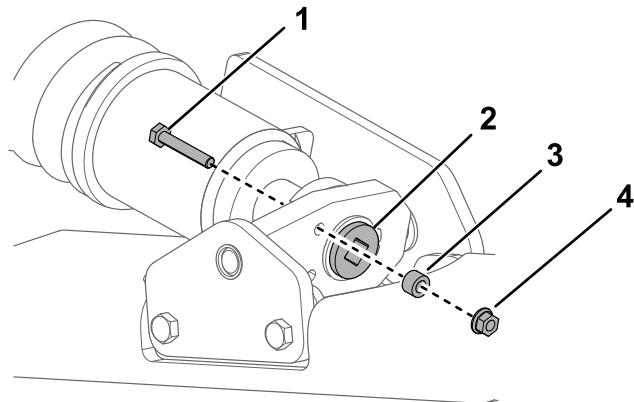

Рисунок 57
4. Удалите зажимной болт, проставку и гайку (Рисунок 57).
6. Совместите ближайшую выемку в натяжном винте с отверстием в зажимном болте и закрепите винт при помощи зажимного болта и гайки (Рисунок 57).
7. Удалите стопорный болт, приставку и гайку (Рисунок 57).
8. Используя ключ с храповым механизмом на $\frac{1}{2}$ дюйма, ослабьте натяжение привода, вращая натяжной винт по часовой стрелке (Рисунок 57 и Рисунок 61).